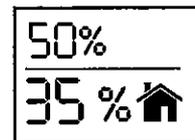

Fig. 21
- Le laveur d'air adaptera son fonctionnement pour fournir le degré d'humidité que vous avez choisi. Exemple: la figure 21 indique que le degré d'humidité de la pièce est de 35 % (soit 35 % (🏠) à l'afficheur) mais que vous désirez un niveau d'humidité de 50 %. Le laveur d'air continuera à humidifier l'air ambiant jusqu'à ce que l'humidistat atteigne 50 % (fig. 21).